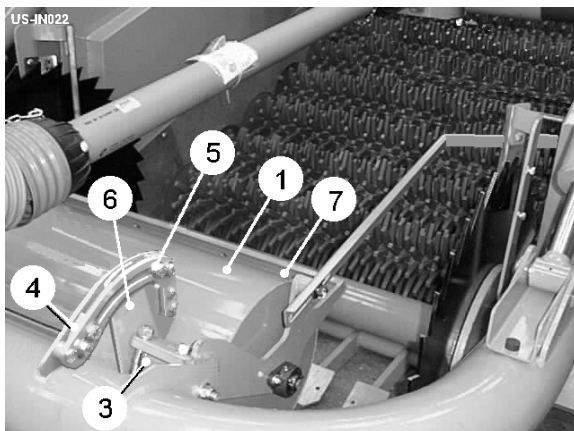
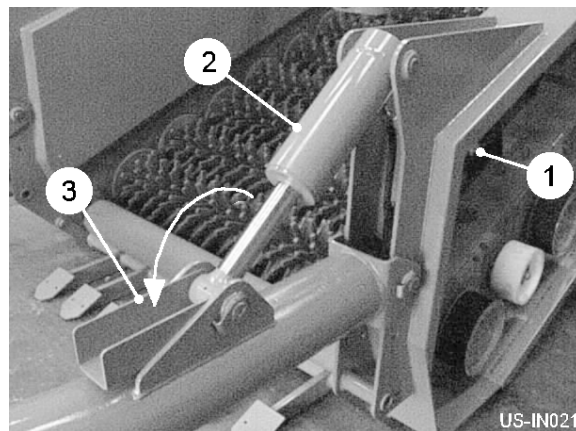

Fig 6
Fig 7
Maskinen er udstyret med et automatisk dybdekontrollsystem, der sikrer en jævn jorddybde i den færdige seng. Dybderullen (item 1, fig 6) løber oven på den præformede seng efter konturerne. Dybderullen er forbundet med en dybdesensor (item 1, fig 7) og aktiverer dybdecylindrene via den hydrauliske ventilbank (item 2, fig 7). En dybdeindikator er monteret på RH dybcylinderen, der giver føreren en visuel indikation Følersystemets virkning. Beslagene (item 3, fig 7) skal indstilles i den viste position inden arbejdet påbegyndes.
Dybderullerammen drejer på gummitorsionsbeslag (item 3, fig 6). Ved at justere disse monteringer er det muligt at justere det tryk, rullen udøver på jorden. Trykindstillingen skal foretages med maskinen i arbejde, så den relative arbejdsstilling for rullen og delene er korrekt.
1. Frigør de forreste og bageste kvadrantstop (item 4 & 5, fig 6) på begge sider af rulleenheden.
3. Skub frontstoppene (item 4, fig 6) op mod kvadrantarmens forkant (item 6, fig. 6) og fastgør dem let.
4. Løft maskinen let, hvilket får kvadrantarmene (item 6, fig 6) til at rotere bagud væk fra frontstoppene (item 4, fig 6), og placer derefter frontstopperne igen op mod kvadrantarmene, og fastgør dem helt. Jo højere maskinen hæves, inden frontstoppene omplaceres, jo større fjedertryk vil være.
5. Sænk maskinen tilbage til arbejde, og indstil de bageste stop (item 5, fig 6) ca. 15 mm væk fra den bageste del af kvadrantarmene (item 6, fig 6). Dette rum gør det muligt for dybderullen at falde en smule, idet gravedybden opretholdes, når traktoren kører ud af sengen på forageren.
Skraberne (item 7, fig 6) skal placeres så tæt på rullen som muligt uden at røre ved den.
Inden du transporterer maskinen på vejen, skal du nulstille cylinderbeslagene (item 3, fig 7).